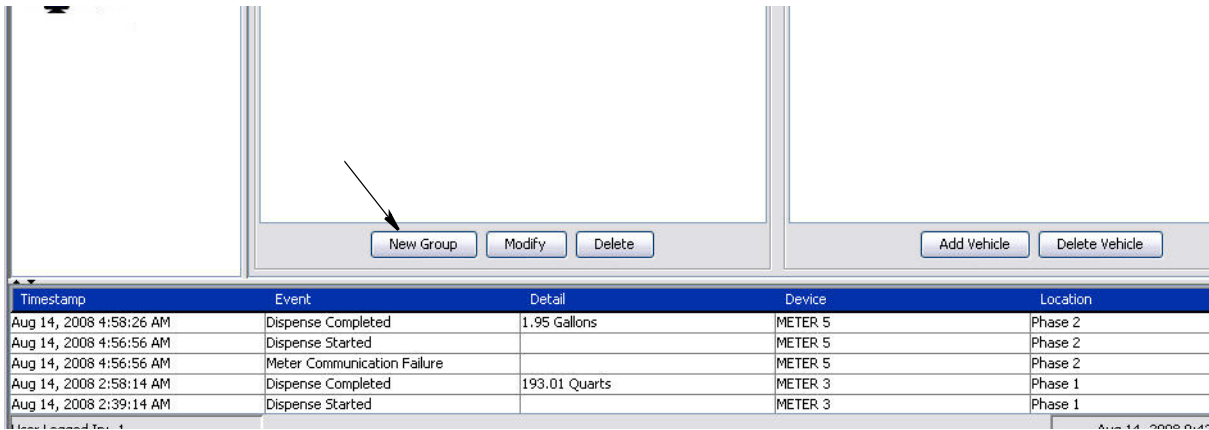

图 151
- 若要创建一个新的车辆组，单击“新的组”按键（图 151）。